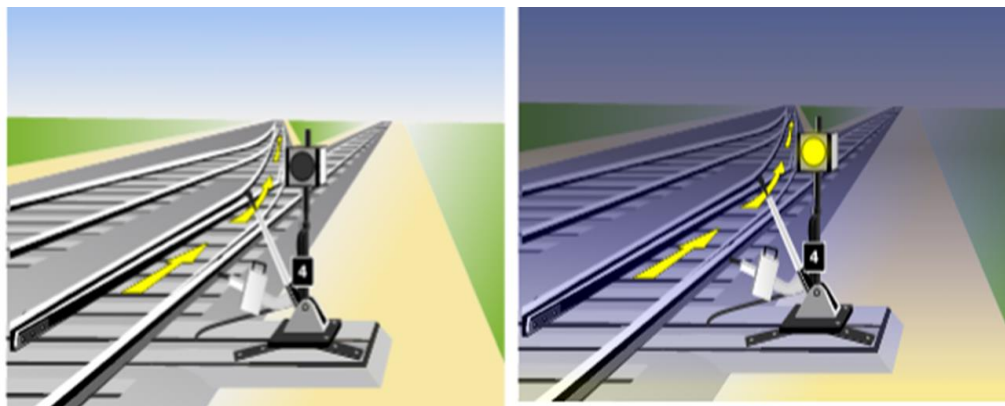

Рисунок 5
2) стрелка установлена на боковой железнодорожный путь – в светлое время суток широкая сторона указателя, в темное время суток – желтый огонь (Рисунок 5).